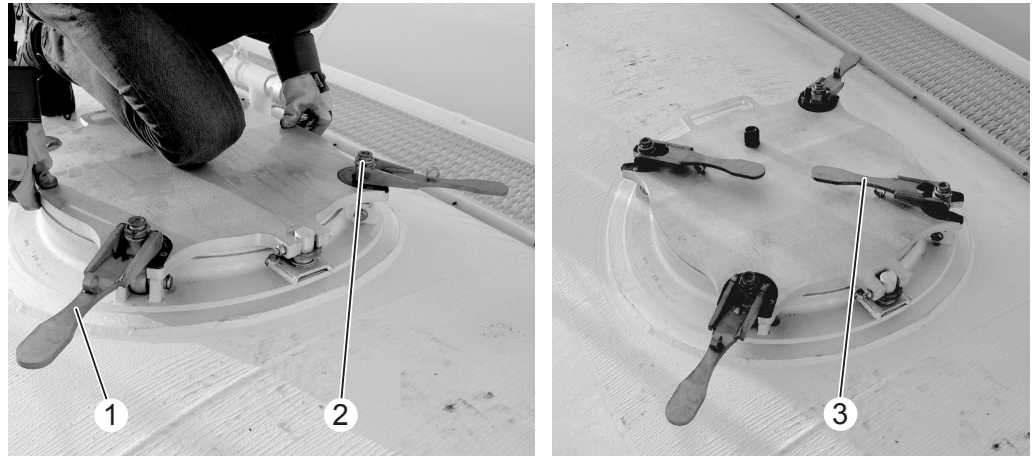

Bild 6.4 – Domdeckel mit Exzenterverschraubung
▷ Hebel zeigen nach aussen und Verschlüsse liegen auf dem Rücken (siehe (1) in Bild 6.4).
▷ Hebel zeigen nach innen (siehe (3) in Bild 6.4).